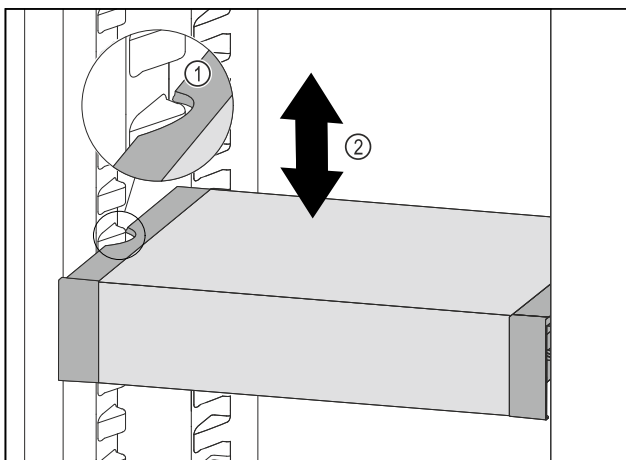

Fig. 63
- ▶ Tire del VarioSafe hacia delante hasta que los huecos laterales del VarioSafe se encuentren a la altura de la nervadura del recipiente en el compartimento del frigorífico. Fig. 63 (1)
- ▶ Mueva el VarioSafe hacia arriba o hacia abajo en el compartimento del frigorífico hasta alcanzar la altura deseada. Fig. 63 (2)